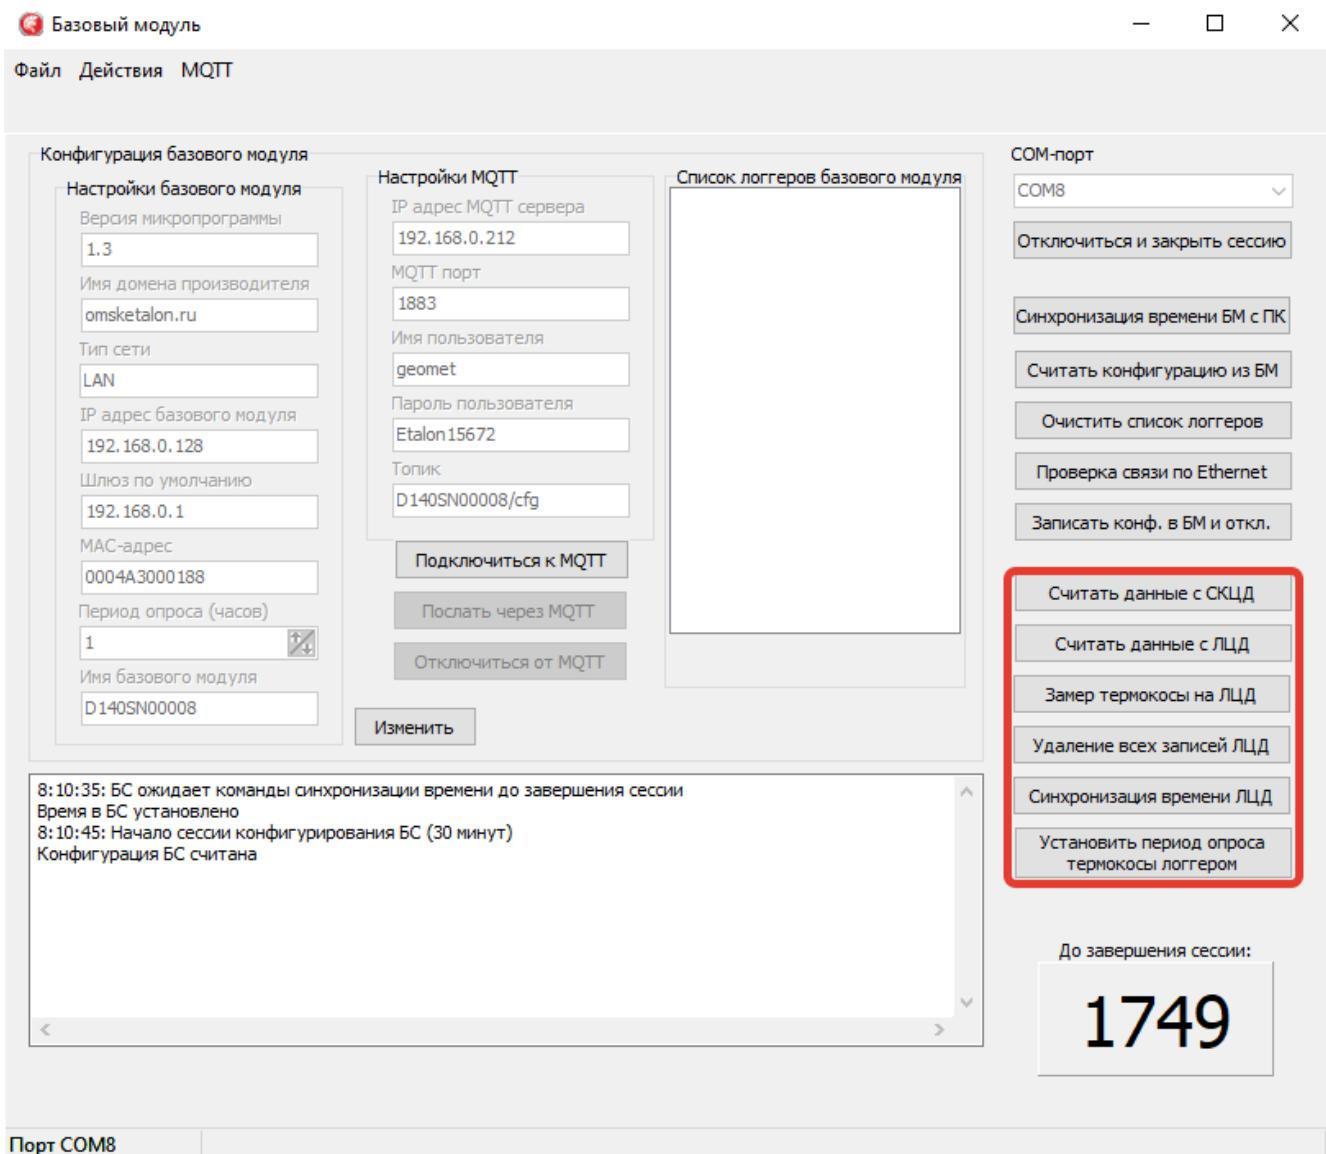

Рисунок 7
2.5.2.14 Так же ПО «BMservice» позволяет проводить опрос и настройку в ручном режиме подключенных к ШСПД логгеров и СКЦД (рисунок 7).